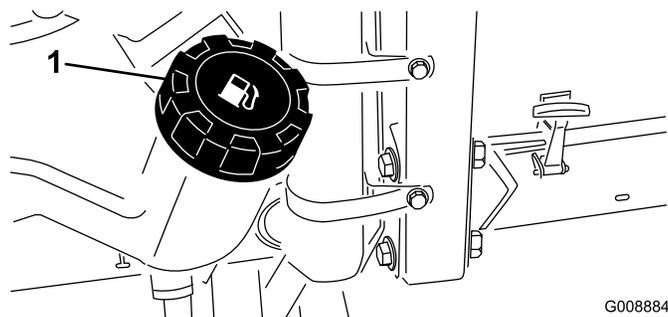

Figura 19
1. Pulite l'area circostante il tappo del serbatoio carburante (Figura 19).